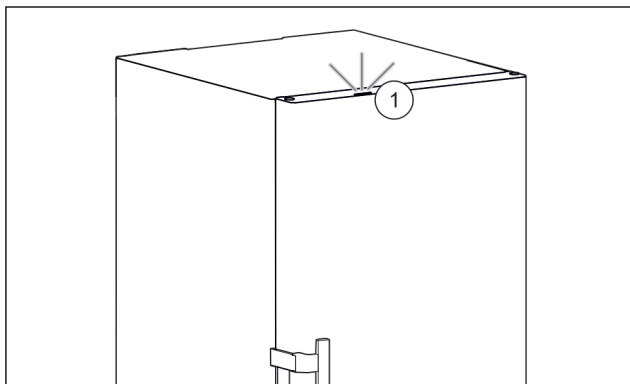

Fig. 41 Aktívne stavové svetlo pri zatvorených dverách
- ▷ Stavové svetlo Fig. 41 (1) je aktivované.